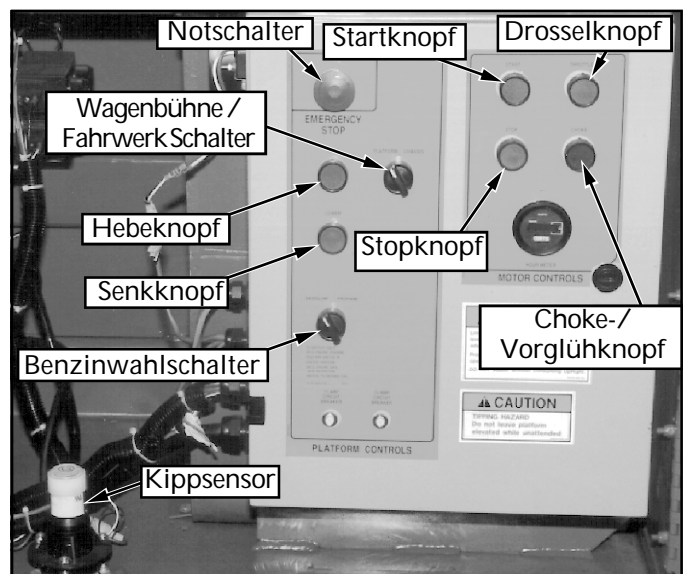

Abbildung 1: Fahrwerk, linke Seite
9. Schalten Sie den Fahrwerk- und Wagenbühne-Notschalter auf ON (Ein) (Abb. 1 & 2), indem Sie die Knöpfe herausziehen.
10. Versichern Sie sich, daß sich der Wagenbühne/Fahrwerkschalter in der **PLATFORM** (Wagenbühne) Position befindet (Abb.1).
10. Schieben Sie den Drosselknopf ein. Drücken Sie den Fahrwerk-Hebeknopf, um die Wagenbühne zu heben, während Sie gleichzeitig den Kippsensor von der Ebene weg schieben (Abb.1). Die Wagenbühne soll sich nur zum Teil heben und der Kippalarm sollte ausgelöst sein. Wenn sich die Wagenbühne weiter hebt und/ oder der Alarm nicht ausgelöst wird, **STOPPEN** Sie und entfernen Sie die Maschine vom Dienst, bis sie repariert wird.
1. Wenn der Motor läuft, drehen Sie den Benzinwahlschalter (Abb.1) in die Mittelposition.